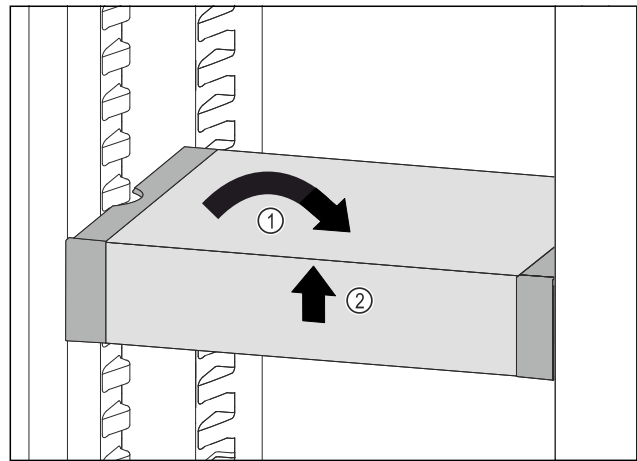

Fig. 124
- ▶ Установите VarioSafe прямо. Fig. 124 (1)
- ▶ Приподнимите VarioSafe спереди. Fig. 124 (2)